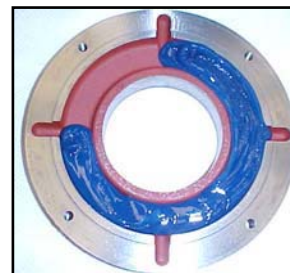

Figura 14.3: Anillo de fijación externo del cojinete
- Coloque la grasa recomendada en $\frac{3}{4}$ del depósito de los anillos de fijación interno y externo (figura 14.3) y lubrique el rodamiento con cantidad suficiente de grasa antes de montarlo.